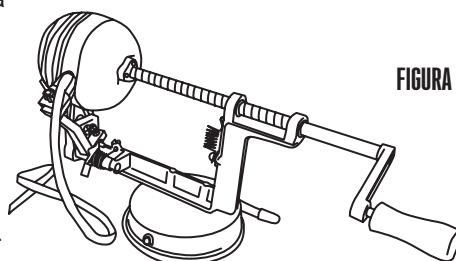

FIGURA 2
5. Gire el mango en el sentido de las manecillas del reloj para comenzar a pelar la manzana (FIGURA 2).